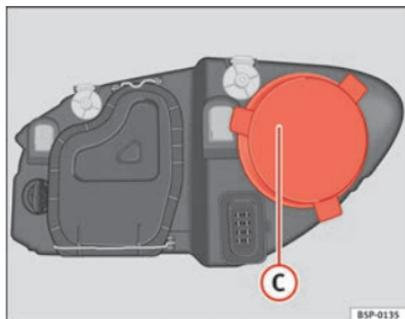

Abb. 186 Fernlicht
- Den Deckel ⇒ Abb. 186 C abziehen.